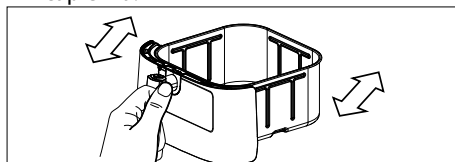
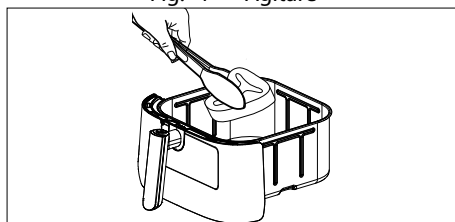

Fig. 4 – Agitare
Fig. 5 – Girare
- ▶ Per risultati ottimali scuotere il cestello [7] (**vedere Fig. 4**) oppure girare gli alimenti (**vedere Fig. 5**) durante la cottura, soprattutto quegli alimenti che tendono a sovrapporsi. A metà del tempo di cottura, nei programmi selezionati vengono emessi dei segnali acustici per ricordare di ridistribuire gli alimenti.